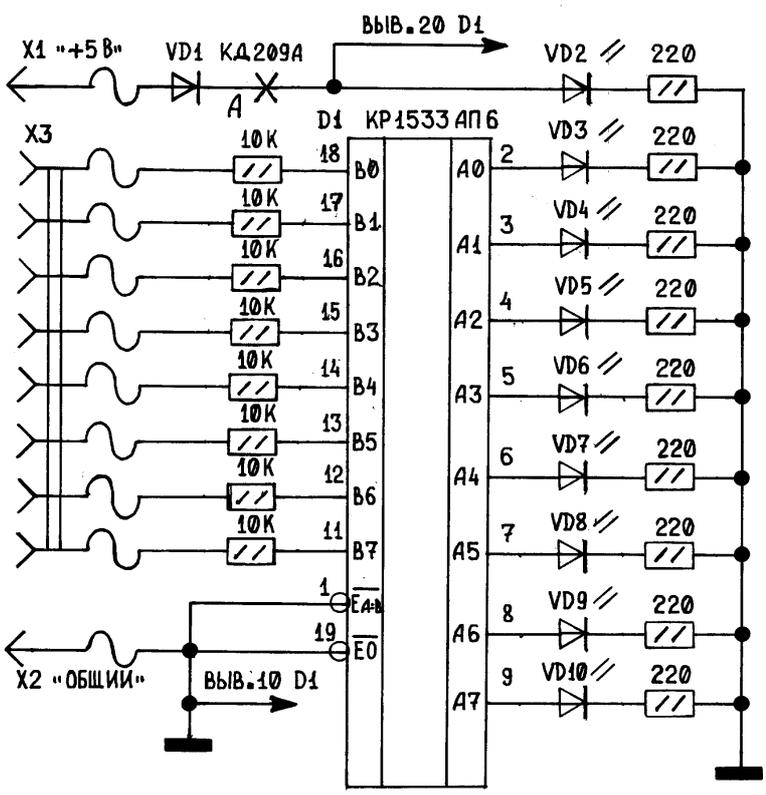

рис. 7
**Линейный индикатор.** Использование этого нехитрого устройства позволяет визуально наблюдать логические состояния одновременно на восьми линиях. Принципиальная схема (рис.7) данного устройства включает в себя одну микросхему шинного формирователя (KP1533AP6), диод для защиты от неправильного включения питания VD1, балластные резисторы и девять светодиодов.